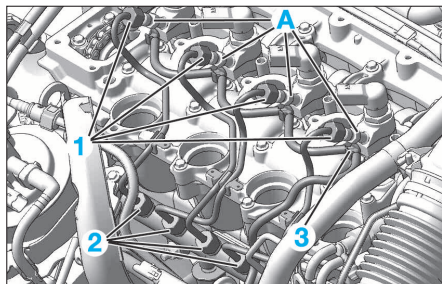

FIG. 39
- Desserrer (Fig.39) :
- les raccords (1), en maintenant le raccord sur injecteur (A) à l'aide d'une clé plate
- les raccords (2).
- le tuyau de retour gazole (3) sur les injecteurs.